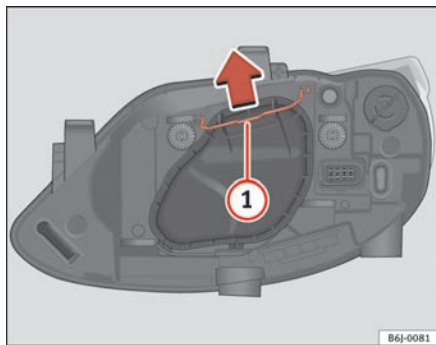

Fig. 146 Nær-/fjernlys i forbindelse med enkelt forlygte
- Skub støtten $\Rightarrow$ fig. 146 $\textcircled{1}$ i pilens retning, og tag dækslet af.
- Skub støtten $\textcircled{1} \Rightarrow$ fig. 146 i pilens retning, og tag dækslet af.